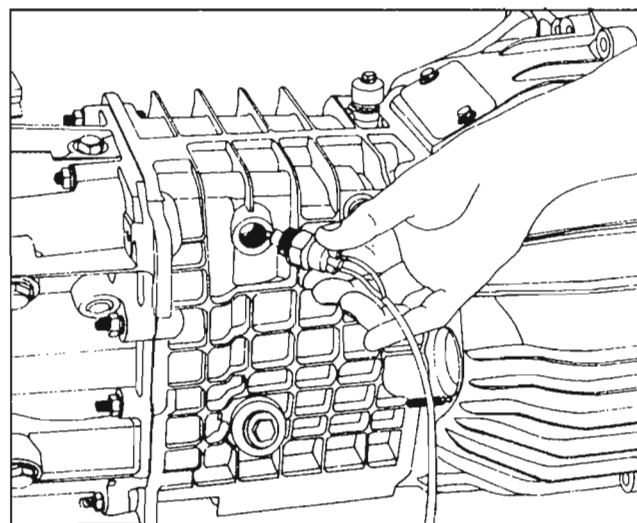

Fig. 117
- El conector del interruptor de la luz de la marcha atrás. *Fig. 117*